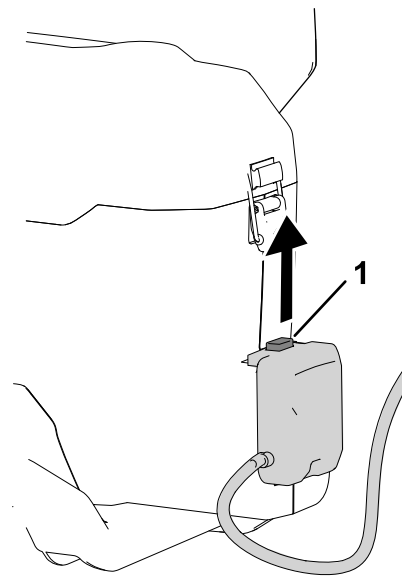

Figura 7
2. Pulse el botón de cierre en el conector de mochila y tire hacia arriba para separar el anclaje de la mochila (Figura 7).